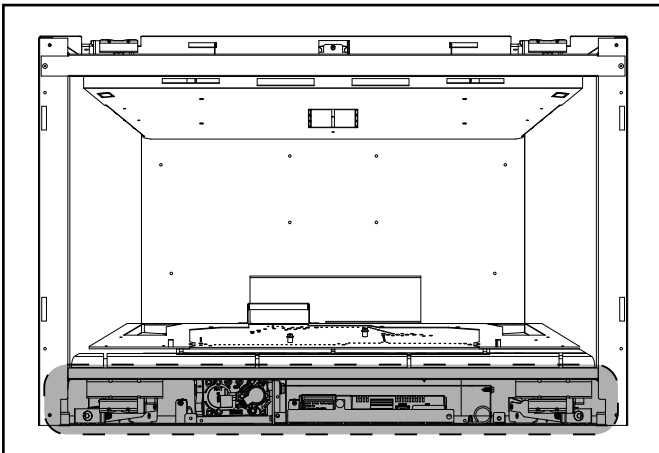

Figure 3.7 Cavity des commandes
1. Accédez à la cavité des commandes de l'appareil. Voir la figure 3.7 pour l'emplacement. La façade de barrière décorative devra être enlevée.